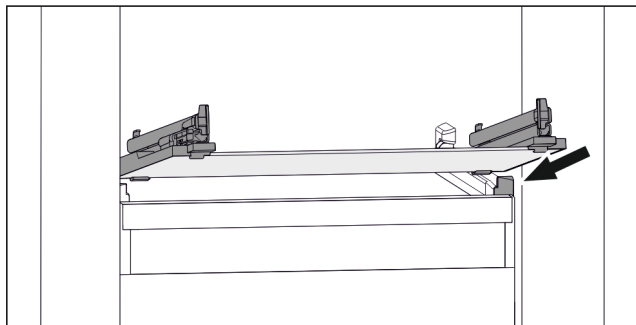

Fig. 75 Primjerni prikaz staklene ploče
- ▶ Stavite ladicu ukoso iza zaustavljača. (pogledajte Fig. 75)